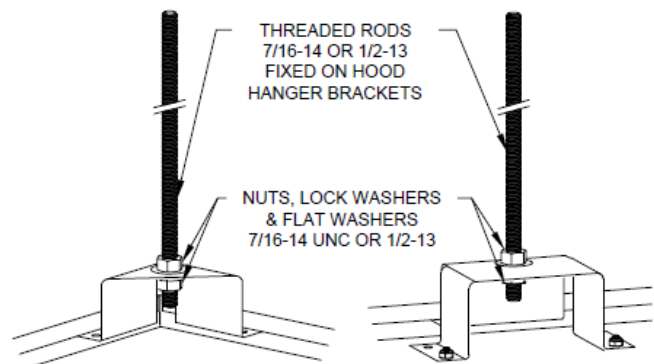

FIGURE 2 – Supports de hotte
- Installer des tiges filetées entre le plafond et les supports de hotte et assembler la rondelle, la rondelle à ressort et l'écrou sur les tiges filetées au-dessus et en-dessous du support (voir **FIGURE 2**). Utiliser de la quincaillerie 7/16-14 UNC ou 1/2-13 UNC.